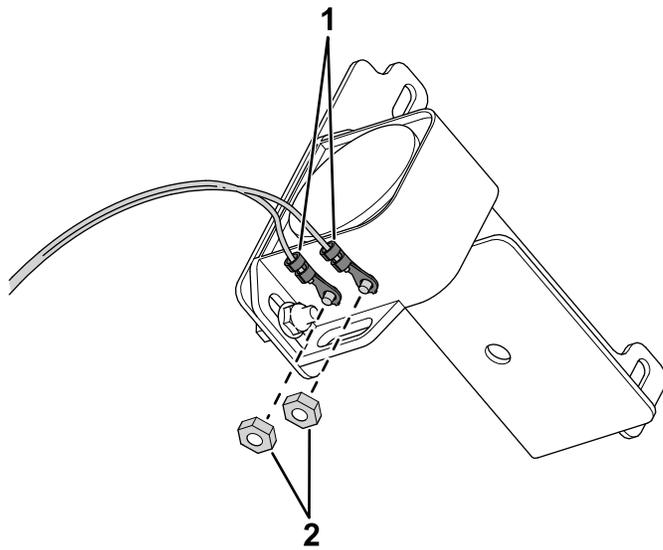

**Bild 3**
4. Verwenden Sie die vorhandenen Schrauben und Muttern der Haubenstützhalterung, um die Befestigungshalterung am Rahmen der Zugmaschine zu befestigen (**Bild 3**).